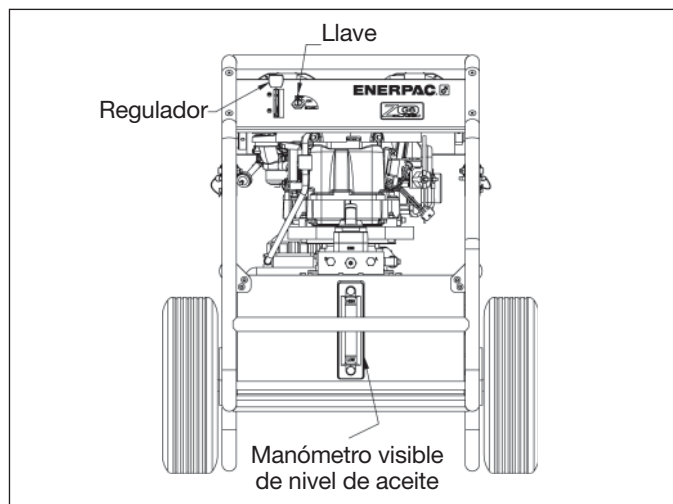

Figura 6
- c. Bajar el regulador hasta la posición del fiador para obtener el máximo rendimiento. Se puede bajar el regulador por debajo del fiador para que funcione en marcha lenta. (Véase Figura 6).